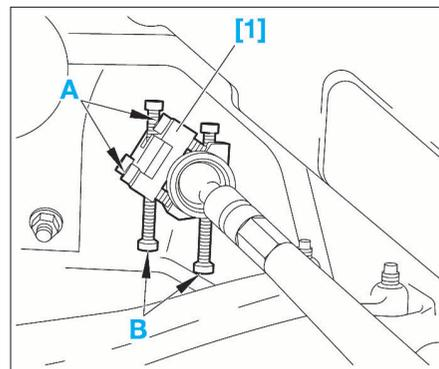

FIG. 10
- Déposer les colliers (6) et (7).
- Déposer le soufflet de crémaillère (5).
- Positionner l'outil [1] sur la crémaillère, du côté gauche, afin que ses appuis rotulés prennent appui sur le berceau (Fig.10).